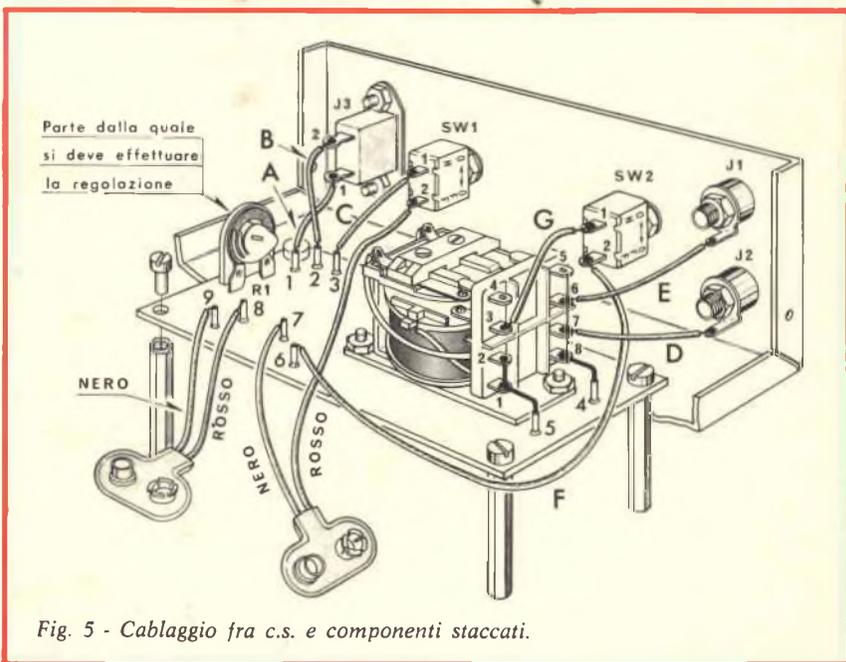

Fig. 5 - Cablaggio fra c.s. e componenti staccati.
- Montare il relè orientandolo secondo il disegno e fissandolo mediante due viti del  $\varnothing 3 \times 6$  mm con relativi dadi. (Vedi particolare in fig. 5).
- Collegare i terminali 1 e 2 del relè all'ancoraggio 5 del circuito stampato mediante uno spezzone di filo il più corto possibile - fig. 5.
- Montare i quattro distanziatori esagonali al circuito stampato mediante quattro viti del  $\varnothing 3 \times 6$  mm - fig. 5.
- Montare i due interruttori SW1 - SW2 orientandoli secondo il disegno - fig. 5.
### III FASE - Cablaggio Fig. 5